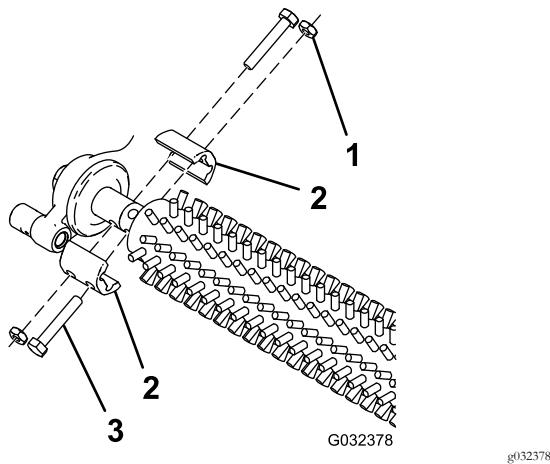

Figura 10
3. Utilice los 4 pernos retirados previamente, las contratuerca y las abrazaderas para sujetar el cepillo groomer a ambos lados de la máquina (Figura 10).